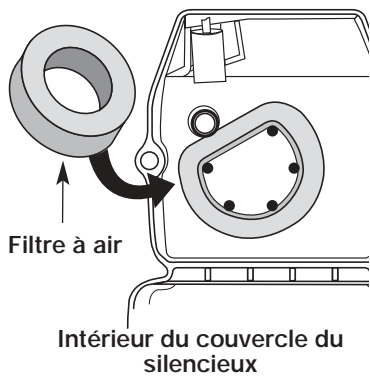

Figure 37
2. Retournez le couvercle et inspectez l'intérieur pour repérer le filtre à air. Retirez le filtre à air de l'intérieur du couvercle du filtre à air/silencieux (Fig. 37).
6. Remplacez le filtre à air à l'intérieur du couvercle du filtre à air/silencieux (Fig. 37).